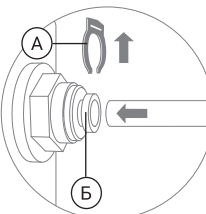

Рис. 5
1. Отсоедините стопорную клипсу (А), затем вставьте до упора в фитинг пластиковую трубку, продев ее через цанговое кольцо (Б) (рис. 5). Для герметизации соединения приложите дополнительное усилие, при этом трубка утопится еще примерно на 3 мм и будет плотно обжата резиновым кольцом.
3. Подключите зеленую трубку к устройству повышения давления в фитинг на вход воды в устройство (поз. 1 — схема подключения), (рис. 5).
4. Подключение зеленой трубки. Подключите один конец зеленой трубки из комплекта поставки в фитинг на выход воды из устройства повышения давления (поз. 3 — схема подключения), (рис. 5), второй конец подключите в фитинг на вход в фильтр (рис. 5).
6. Подключение синей трубки. Подключите один конец синей трубки из комплекта поставки к устройству повышения давления в фитинг (поз. 2 — схема подключения), (рис. 5), второй конец синей трубки подключите в тройник.